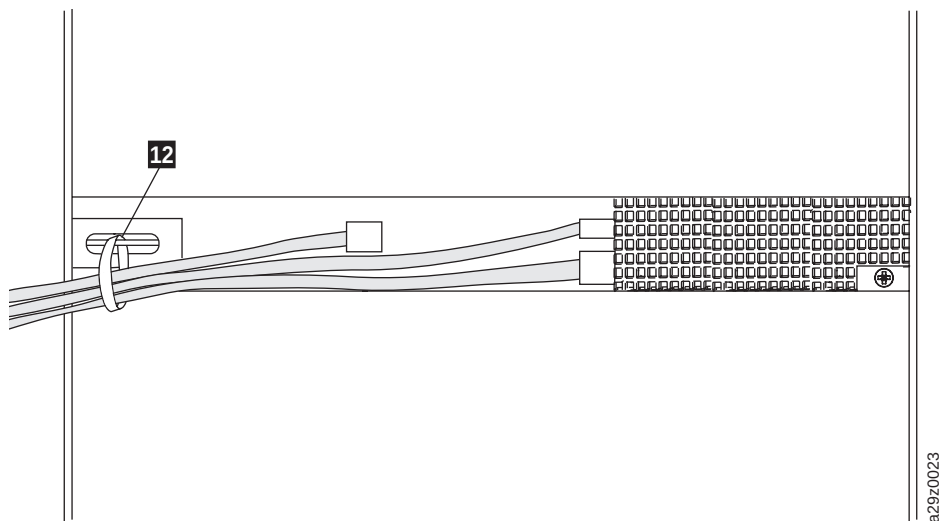

Figura 26. Los cables de la parte posterior de la biblioteca
- Pase el cable SAS, el cable de alimentación y el cable Ethernet a través de la correa del mecanismo de sujeción **12**. Déjelos suficientemente flojos para alcanzar los conectores correspondientes y después apriete la correa (Figura 26).